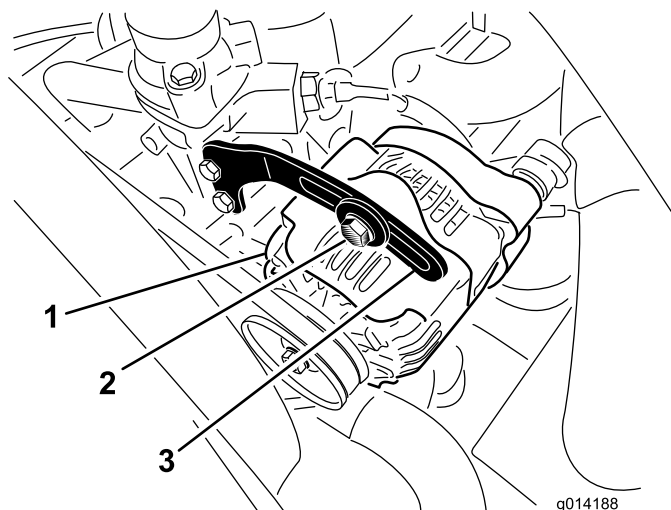

Figure 57
2. Contrôlez la tension de la courroie d'alternateur (Figure 57) en exerçant une force de 10 kg (22 lb) à mi-distance entre les poulies d'alternateur et de vilebrequin.
3. Desserrez le boulon qui fixe le renfort à l'alternateur (Figure 57), et le boulon de pivot d'alternateur.